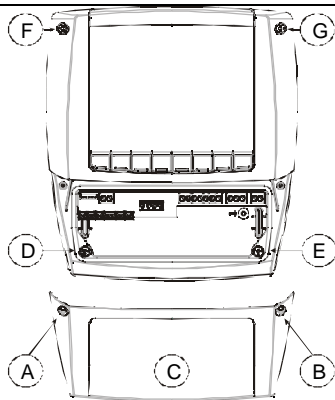

РИС. 1
1. Отвинтите 4 передних винта (Рис. 1, А, В, F, G) и снимите крышку (Рис. 1, С).
2. Отвинтите 2 винта (Рис. 1, D, E), которые соединяют переднюю и нижнюю части контроллера Cool Mate и разделите эти 2 части.
7. Установите переднюю часть, используя снятые ранее 4 винта: Рис. 1, D, E, F, G. (не прилагайте чрезмерных усилий, чтобы избежать деформации пластика).
2. Отвинтите 4 передних винта (Рис. 1, А, В, F, G) и снимите крышку (Рис. 1, С).
3. Отвинтите 2 винта (Рис. 1, D, E), которые соединяют переднюю и нижнюю части контроллера Cool Mate и разделите эти 2 части.
8. Соедините заднюю и переднюю части, при этом панель располагается между ними, и закрепите их 4 винтами, которые были сняты ранее (размер 4x35мм), вставив их в отверстия, показанные на Рис. 1, А, В, D, Е. Максимальная толщина панели: 6мм.